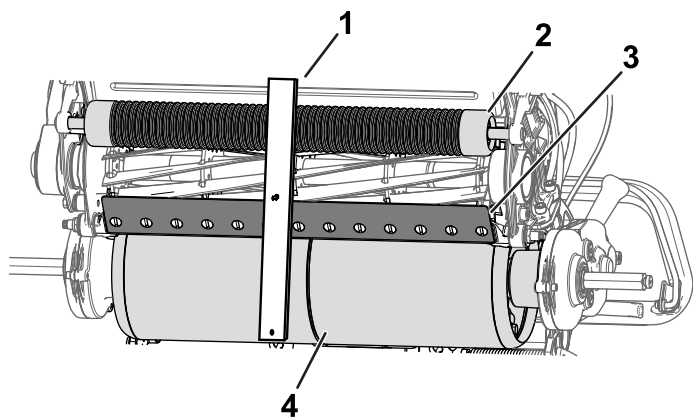

図 11
2. 刈り高ゲージのねじの頭を下刃の先端に引っかけ、バーの後端を走行ドラムに当てがう 図 11。